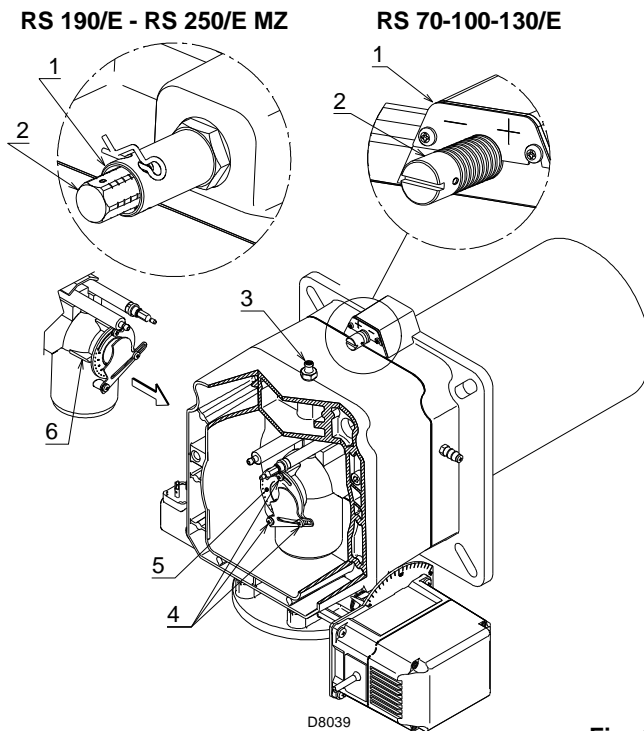

Fig. 18
- Ruotare la vite 2)(Fig. 18) fino a far collimare la tacca trovata con il piano anteriore 1) della flangia.
Per facilitare la regolazione, allentare la vite 3)(Fig. 18), regolare e poi bloccare.
- Allentare le viti 4)(Fig. 18) e ruotare la ghiera 5) fino a far collimare la tacca trovata con l'indice 6).